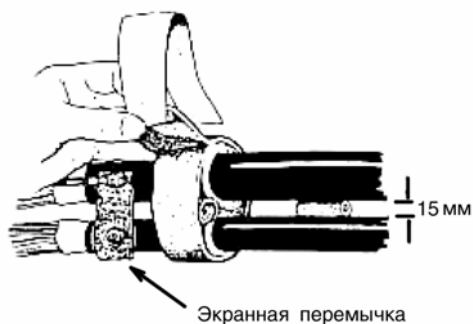

Рис. 9.21. Обмотка кабелей мастикой при монтаже разветвительных муфт.
9.2.10. При монтаже разветвительных муфт со стороны разветвления наложить по одному витку мастики 2900 R на оболочку каждого кабеля. Обеспечив расстояние 15 мм между кабелями, заполнить пространство между ними мастикой 2900 R. Наложить еще один виток мастики вокруг всей группы кабелей. Обжать для уплотнения мастику пальцами (рис. 9.21).